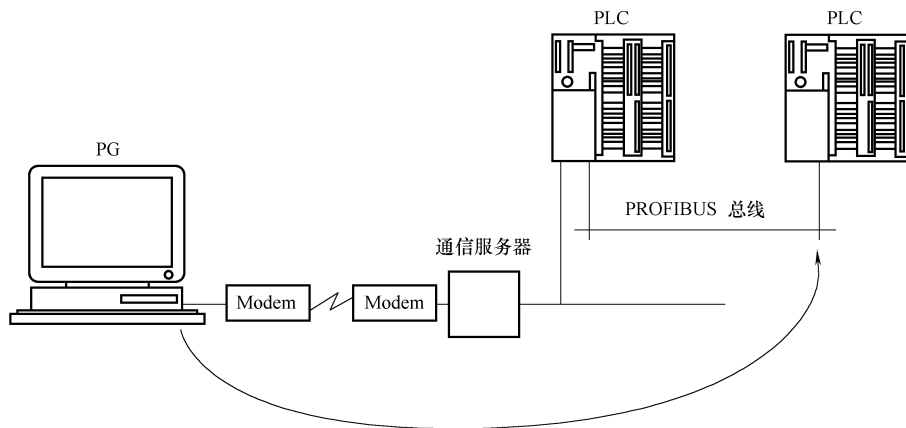

图 3-25 PG 作为远程设备的连接
3) 将 PG 作为远程设备, 通过调制解调器 (Modem)、通信服务器 (Tele Service Adapter) 进行远程网络连接, 连接如图 3-25 所示。